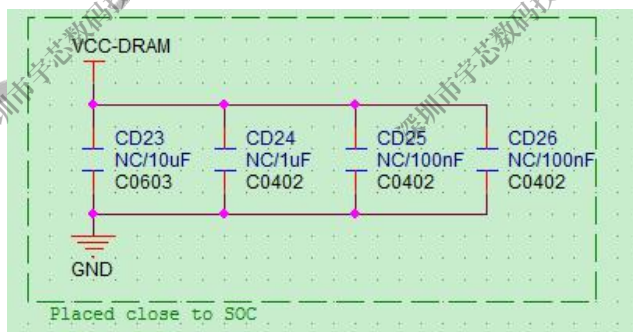

图 2-9 A100_A133 DRAM 滤波电容
- DRAM 所有的滤波电容不能删减，预留的滤波电容建议在开发阶段预留调试，但可以不贴片，待开发测试验证稳定之后，量产可以根据实际情况酌情删除，如图 2-9。